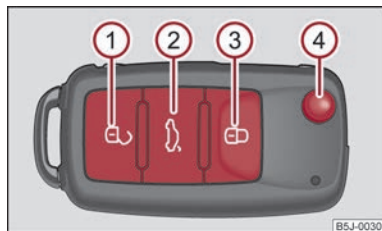

Bild 16 Fjärrfunktionsnyckel
- Tryck på knappen ① ⇒ bild 16 i cirka 1 sekund.